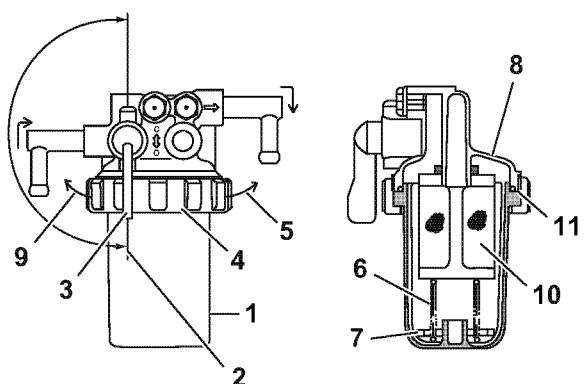

Рисунок 7
1. Поместите под топливным фильтром/водоотделителем разрешенную емкость (1, Рисунок 7) для сбора загрязнителей.
2. Закройте (2, Рисунок 7) топливный кранник (3, Рисунок 7).
3. Вращайте крепежное кольцо (4, Рисунок 7) влево (9, Рисунок 7).
4. Осторожно снимите чашку (1, Рисунок 7). Извлеките из чашки удерживающую пружину (6, Рисунок 7) и поплавок (7, Рисунок 7). Вылейте топливо в разрешенную емкость и утилизируйте надлежащим образом отходы. Держите чашку за дно с помощью технической салфетки, чтобы предотвратить капание топлива. Немедленно вытирайте все пролитое топливо.
6. Проверьте состояние сетчатого фильтра (10, Рисунок 7). При необходимости очистите сетчатый фильтр.
7. Проверьте состояние кольцевого уплотнения (11, Рисунок 7). При необходимости замените кольцевое уплотнение.
8. Поместите в чашку поплавок (7, Рисунок 7) и удерживающую пружину (6, Рисунок 7).
9. Установите чашку на установочный фланец (8, Рисунок 7) и вращайте крепежное кольцо (4, Рисунок 7) вправо (5, Рисунок 7). Затяните только рукой.
10. Откройте топливный кранник (3, Рисунок 7).